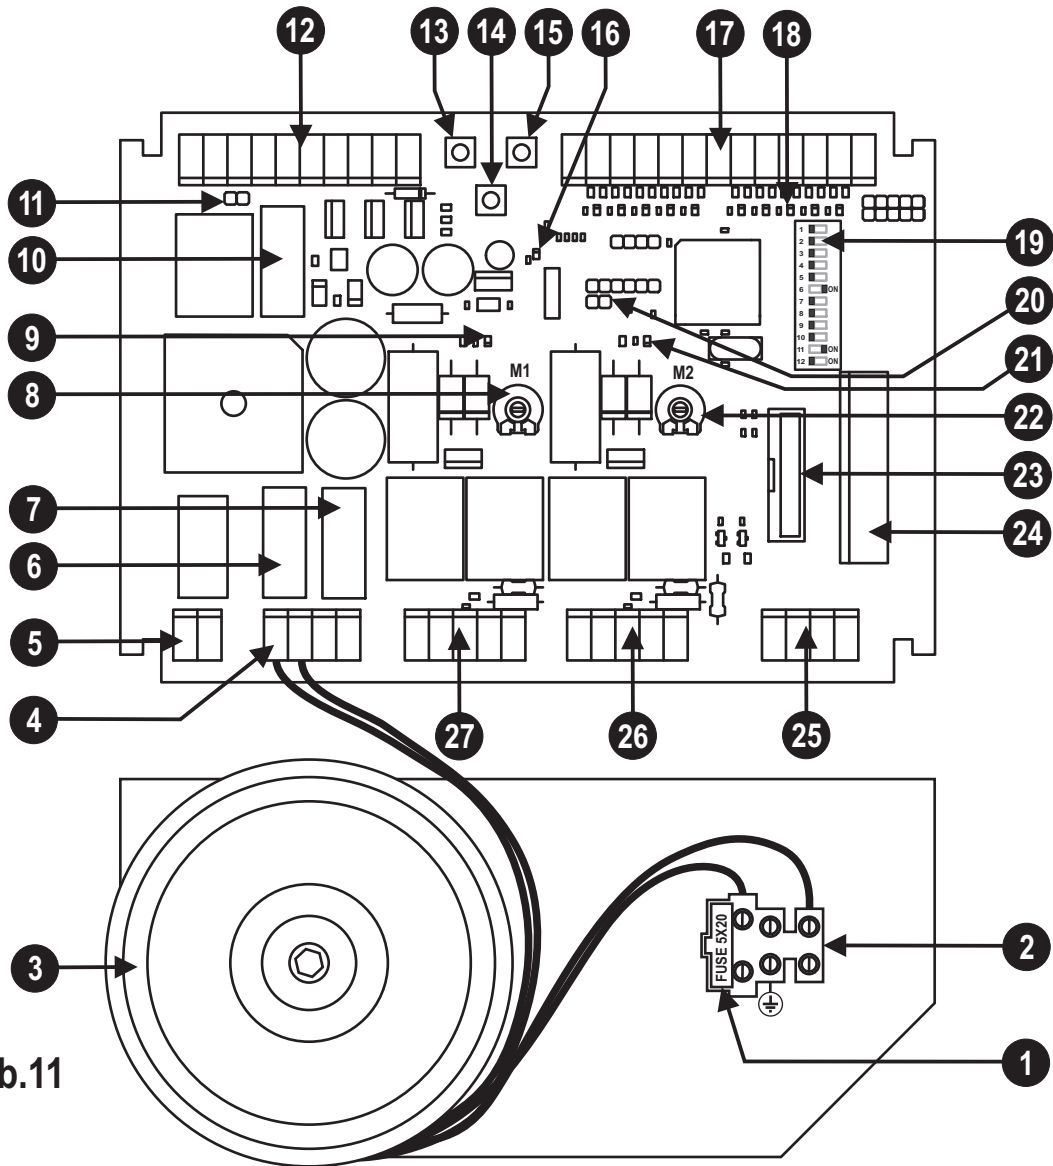

Abb.11
- Insert the receiver in the connector (detail 23 of fig. 11)
BESCHREIBUNG DER VERSCHIEDENEN TEILE (Abb. 11)
Der Trimmer 1 (Detail 8 der Abb. 11) ermöglicht die Einstellung der normalen Flügelgeschwindigkeit, während der Trimmer 2 (Detail 22 der Abb. 11) die Verzögerungsgeschwindigkeit des Flügels regelt.